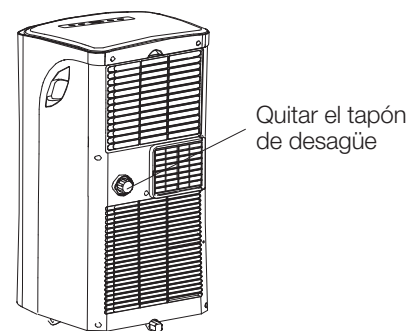

Fig. 20
- Durante los modos de deshumidificación, quitar el tapón de desagüe de la parte trasera de la unidad, instalar la conexión de desagüe (5/8" reparador hembra universal) con la manguera de 3/4" (se adquiere en el mercado local). Para los modelos sin la conexión de desagüe solo ajustar la manguera de desagüe al agujero. Colocar el extremo de la abertura de la manguera directamente sobre el área de desagüe en el sótano. Por favor remitirse a las Fig. 20 y 21.
- Quitar el tapón de goma en la parte trasera de la unidad y ajustar la manguera a la salida de desagüe. Colocar el extremo abierto de la manguera directamente sobre el área de desagüe en el sótano (Ver Fig. 20 y 21).